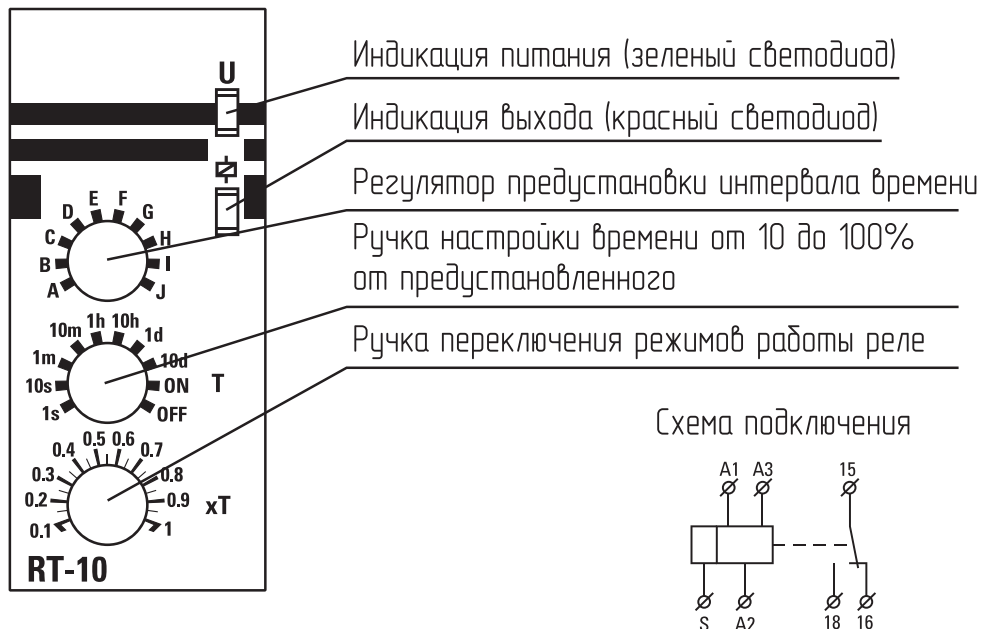

Рис. 8 Панель управления реле
- Установите необходимый режим работы реле (**Рис. 8**). Необходимый режим работы реле задержки отключения циркуляционного насоса представлен **на странице 28 «Описание режима работы реле RT-10:»**;